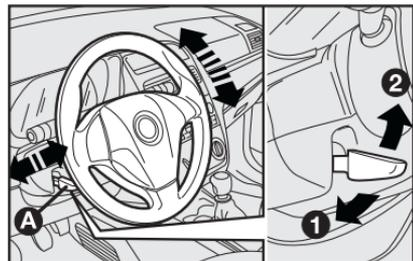

fig. 15
VOLANTE - fig. 15
- 1) deslocar a alavanca **A** para a posição **1-fig. 15**;